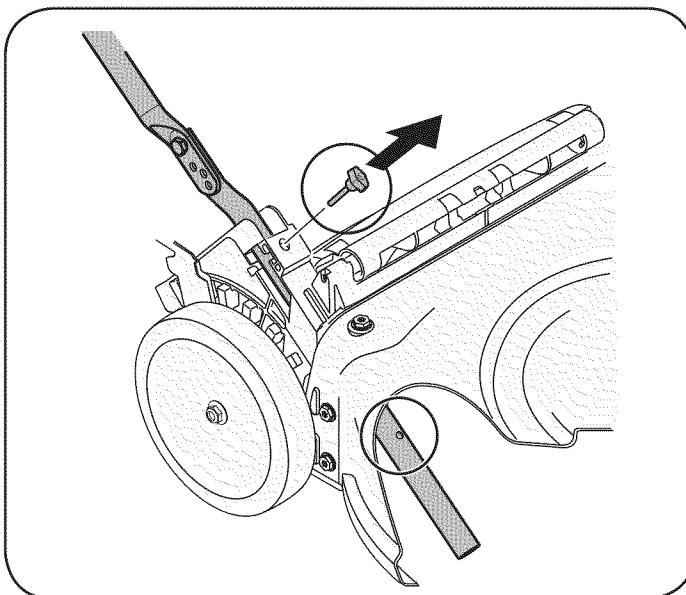
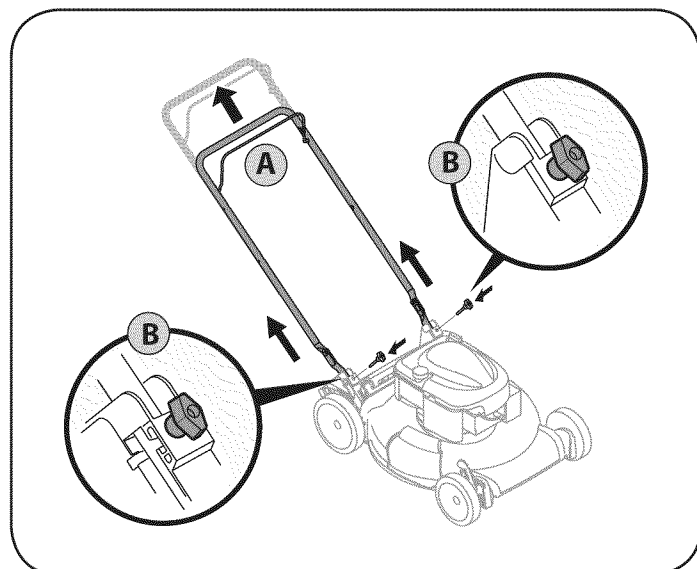

Figura 3
Figura 4
2. Retire la T-pernos de la manija entre corchetes como se muestra en la figura 3.
- A. Tire hacia arriba en el asa hasta agujeros en la manija (que se muestra en la figura 3 corte de la cubierta) se alinean con los agujeros en el mango soporte. Vea la figura 4.
- B. Inserte el T-pernos quitó anteriormente a través del mango corchetes y asa inferior y apriete bien para asegurar el mango en su lugar. Vea la figura 4.